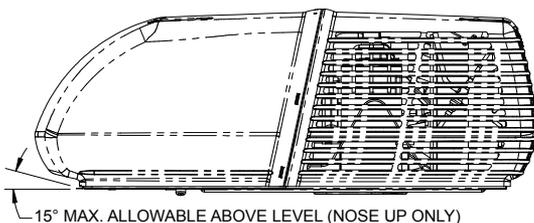

FIGURE 3
**C.** Le climatiseur de toit doit être installé le plus à niveau gauche-droit et avant-arrière que possible avec le véhicule est stationné sur une surface plate. La Figure 3 illustre les degrés de déviation maximum permis (degrés de montage relativement à la surface plane totale).